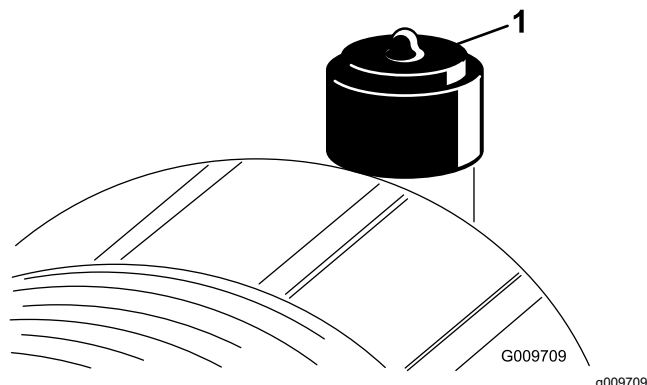

Bild 90
Warten Sie den Luftfilter nur, wenn dies von der Kundendienstanzeige angegeben wird (Bild 90). Das frühzeitige Auswechseln des Luftfilters erhöht nur die Gefahr, dass Schmutz in den Motor gelangt, wenn Sie den Filter entfernen.
2. Stellen Sie die Anzeige (Bild 90) zurück, wenn sie auf Rot steht.